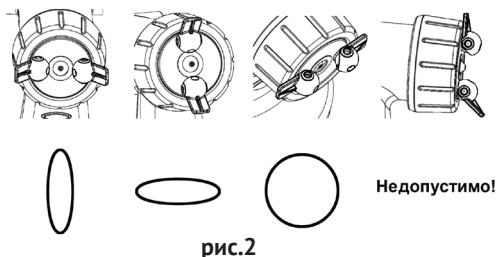

рис.2
- настройка факела осуществляется поворотом лепестков регулятора факела (рис.1 поз.7) и регулятора расхода (рис.1 поз.3). Для более густых и тяжёлых латексных красок используйте штатную дюзу 2,6 мм. Если краска слишком жидкая, при большом расходе краски, или же она плохо распыляется, попробуйте использовать дюзу меньшего размера или отрегулируйте расход материала регуляторами расхода и факела. Настройка факела лепестками регулятора (рис.1 поз.7) показана на рис.2.